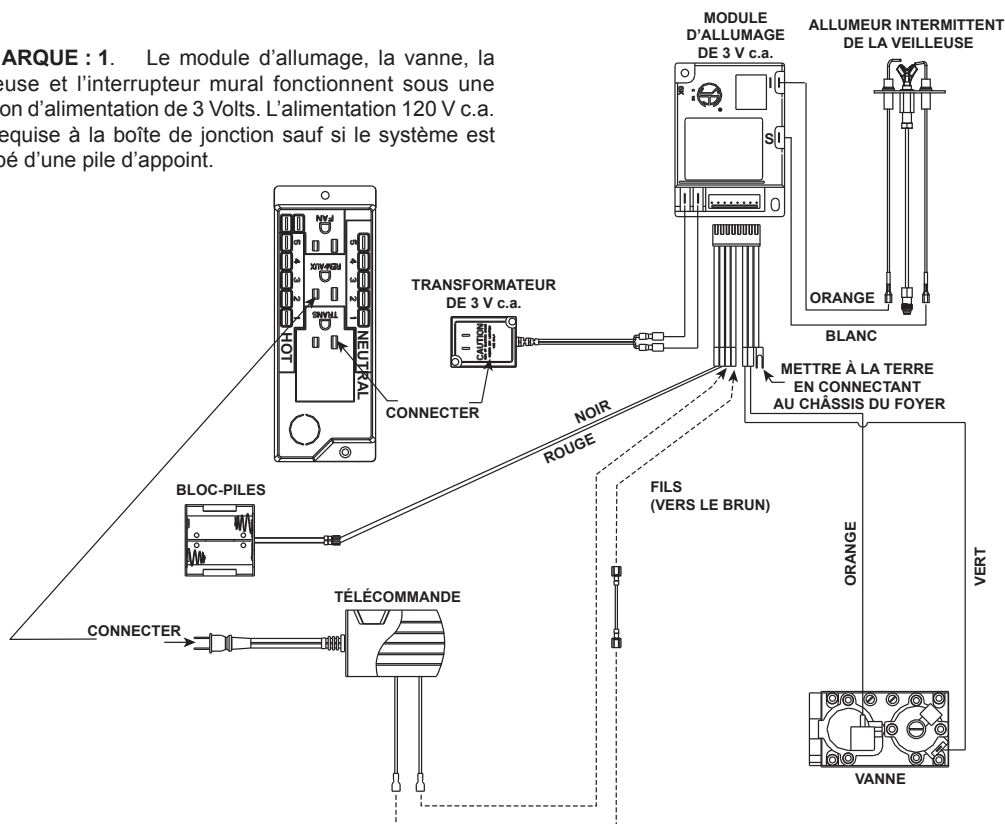

Figure 12.2 Schéma électrique de l'allumage IntelliFire avec récepteur de télécommande
- Reportez-vous à la Figure 12.2, schéma de câblage du système d'allumage par veilleuse IntelliFire (IPI).